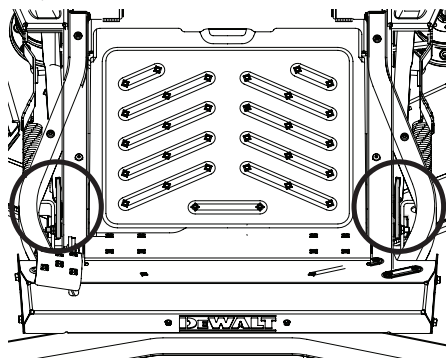

Figure 43
- Retirez le capuchon des tiges de relevage avant du plateau et gardez-les pour utilisation ultérieure. Voir Figure 43.
- Tournez les écrous avant vers la droite pour relever le plateau de coupe ou vers la gauche pour l'abaisser. Voir Figure 43.